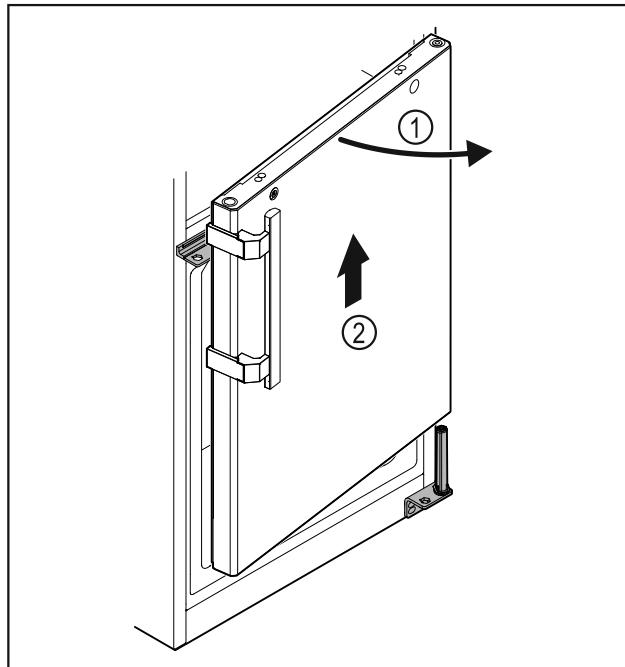

Fig. 33
- Слегка приоткройте дверь Fig. 33 (1), поднимите ее строго вертикально вверх приблизительно на 200 мм и снимите Fig. 33 (2).